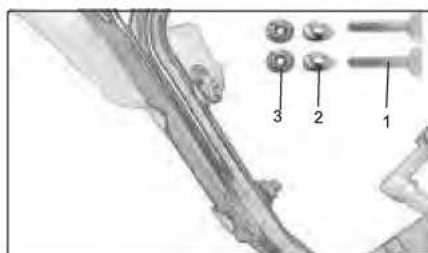

Рис. 2
•Используйте два винта М8х40 (1), две шайбы (2) и две плоских (3) для крепления рукоятки на корпусе снегоборщника с правой стороны. (рис. 2)